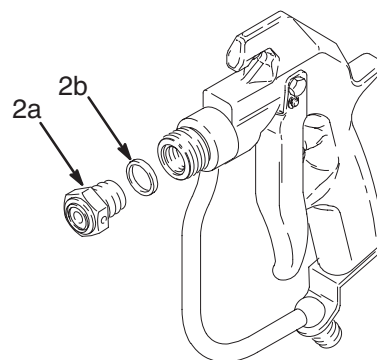

Fig. 7
3. Ventilens sædet (2a) skrues af og pakningen (2b) fjernes. Se Fig. 7.